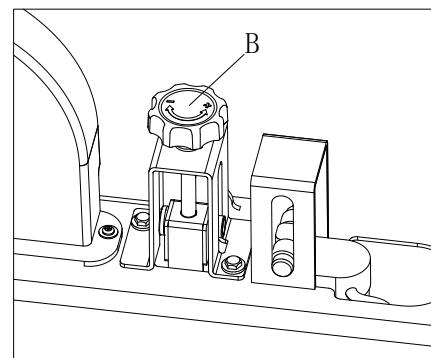

Abb. 21
5. Drehen Sie den Regler für die Hauptkehrwalze (B, Abb. 21) auf der rechten Seite der Maschine wie nachstehend gezeigt: